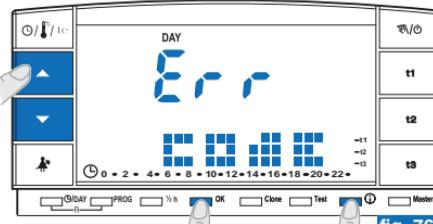

fig. 76
-  - Si vous avez inséré un mauvais mot de passe, l'écran affichera l'inscription **Err** (fig. 76).